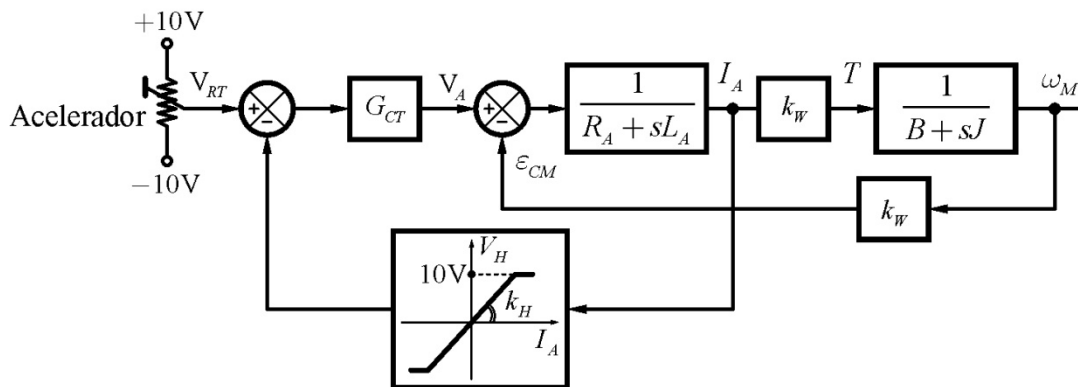

Figura 5: Lazo de control de torque.
- Asumir que el acelerador del vehículo implementa un control de torque como el que se muestra en la figura 5 de modo de no exceder $T_{Mmx} = 50Nm$, realimentando la corriente I_A con un transductor de efecto Hall. Hallar $I_{Amx} > I_{AN}$ para producir el $T_{Mmx} = 50Nm$. Calcular la constante k_H . Asumir que la ganancia de avance es suficientemente grande.